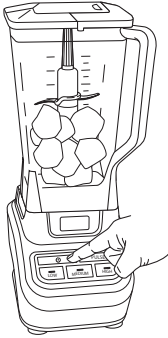

Fig. 6
- 12 Lorsque vous avez obtenu la consistance désirée, éteignez l'appareil en enfonçant le bouton de mise en marche (⏻) et attendez que le Jeu de lames superposées cesse de tourner. (Fig. 6)